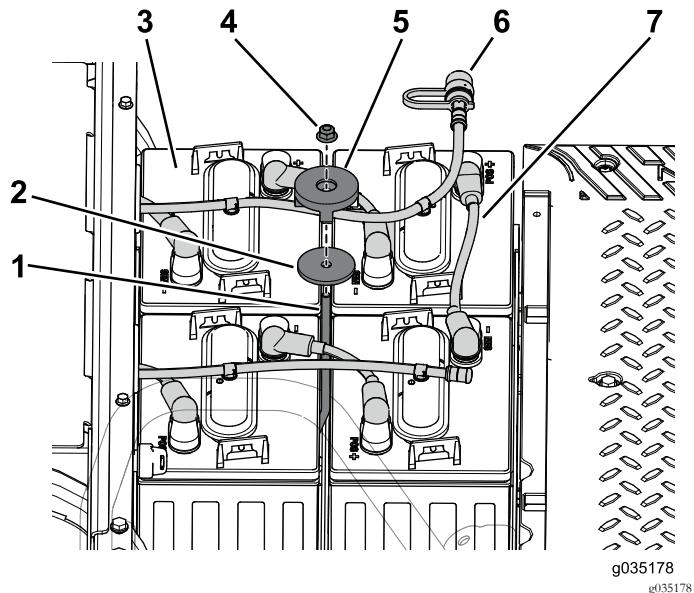

図 57
1. バッテリーを前バッテリートレイに固定しているフランジナット、バッテリー押さえ、ワッシャを外す図 57。
2. 前バッテリートレイのバッテリーから給水口を外す図 57。